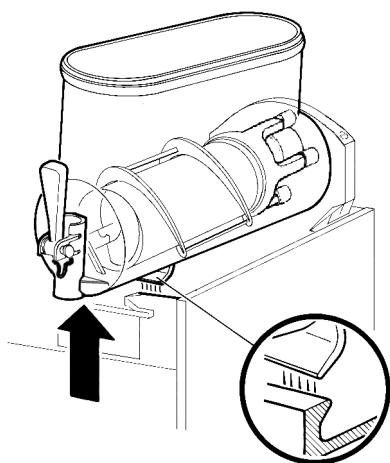
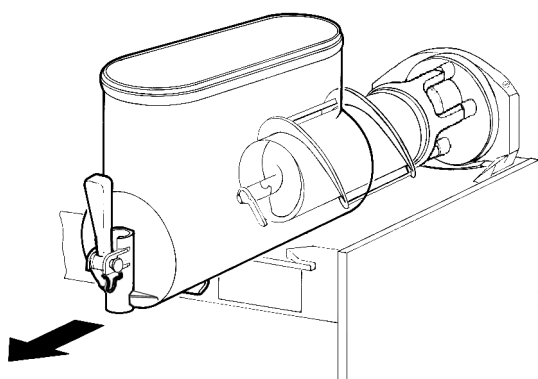

figura 5
figura 6
- 2 - Desmontar el contenedor empujando ligeramente la parte inferior (lado grifo) hacia arriba para dejar libres los ganchos inferiores (ver figura 5) y luego quitarlo por adelante (ver figura 6).